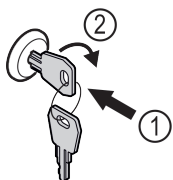

Fig. 195 Représentation à titre d'exemple
- Insérer la clé Fig. 195 (1).
- Tourner la clé à 90° dans le sens horaire Fig. 195 (2).